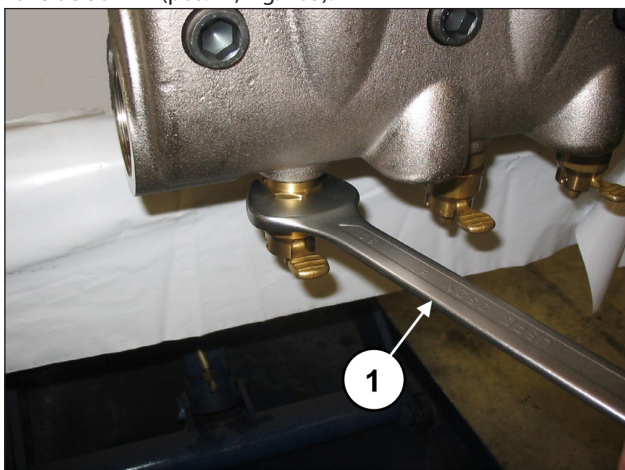

Fig. 103
Para extraer los grupos de válvula operar del siguiente modo: Desenroscar el dispositivo de apertura de las válvulas con una llave de 30 mm (pos. ①, Fig. 103).